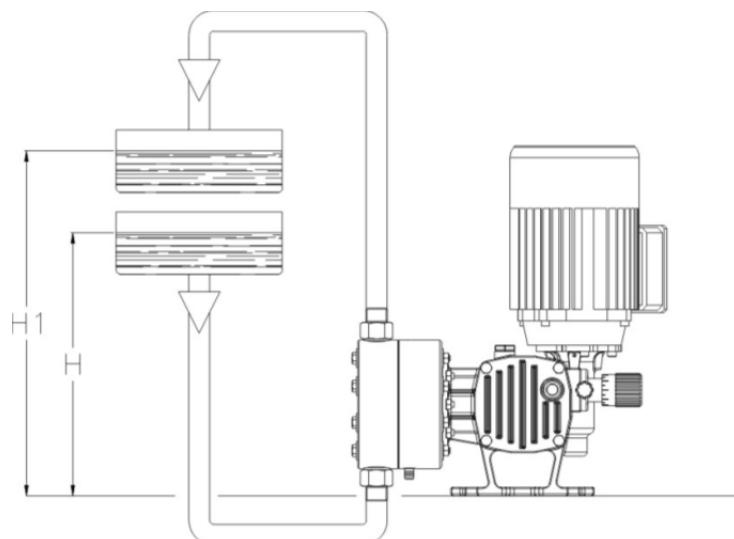

Рис. 6 – ідеальний варіант установки
- Рівень забору реагенту (H - Рис. 6)
- Рівень скидання реагенту (H1 – Рис. 6)